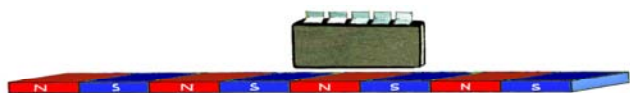

Fig. 1
▪ **Encoder Lineari Magnetici (fig. 1)**
▪ **Linear Magnetic Encoders (fig. 1)**
■ Codeurs Linéaires Magnétiques (fig. 1)
■ Magnetische Längengeber (Abb. 1)